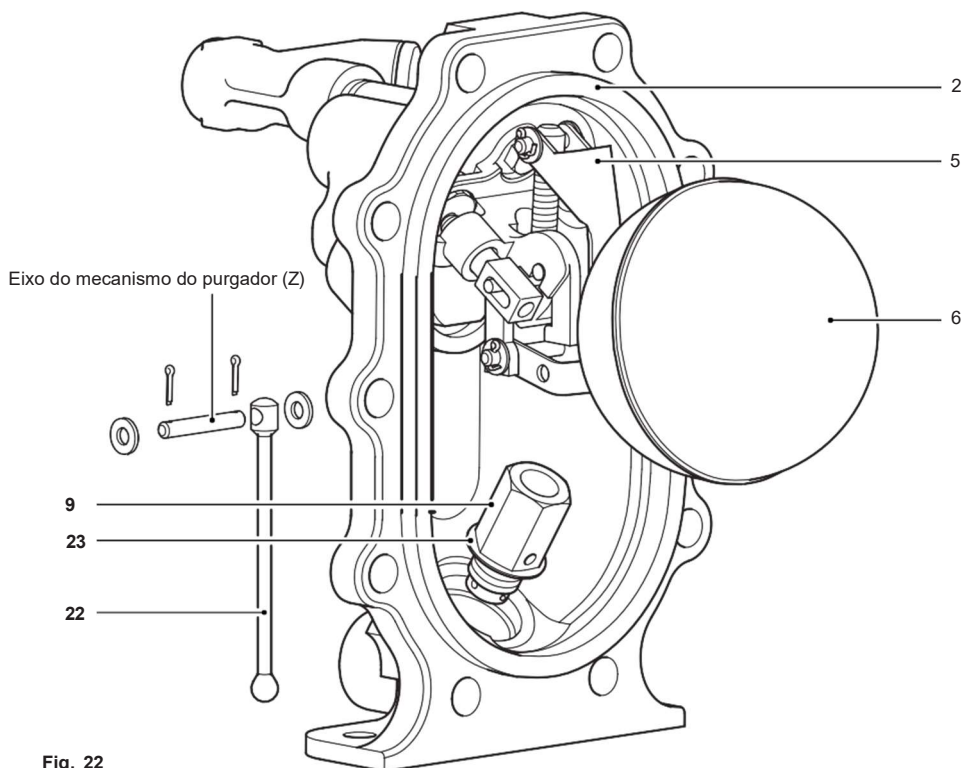

Fig. 22
3. Cuidadosamente instale a junta nova (item 2) no corpo existente.
4. Remova o pino, arruela e eixo do mecanismo do purgador (Z) (Veja Fig. 22).
5. Remova a haste da válvula da purga (item 22) do mecanismo.
7. Usando um soquete 24 mm A/F, desrosqueie a carcaça do conjunto da purga e válvula de retenção (item 9).
10. Antes de instalar o novo mecanismo, limpe o alojamento no interior da tampa, removendo lodo e incrustações. Lembre-se de instalar uma junta nova (item 23).
13. Reinstale a haste da válvula e o eixo (Z) (comprimento 40 mm), usando pinos e arruelas novos – na haste do mecanismo de purga (item 5).
14. Movimente a boia aos limites superior e inferior para garantir operação suave e deslizamento da haste (item 22).